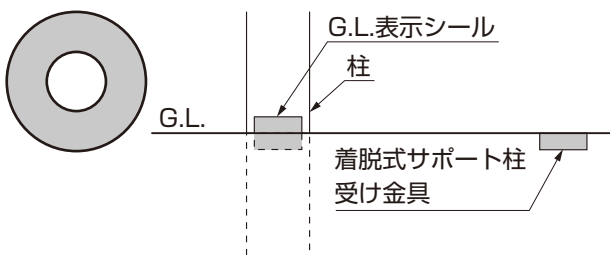

図2-5 G.L.表示シールと同レベル施工
- 着脱式サポート柱受け金具の施工レベルは柱G.L.表示シールと同じ高さで施工してください。下レベルで施工した場合、サポートが届かなくなります。(図2-5、図2-6参照)